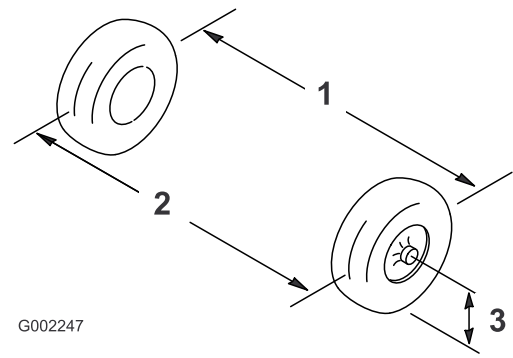

Bild 49
2. Messen Sie den Abstand zwischen beiden Vorderreifen auf Achshöhe (an der Vorder- und Rückseite der Vorderreifen) (Bild 49).